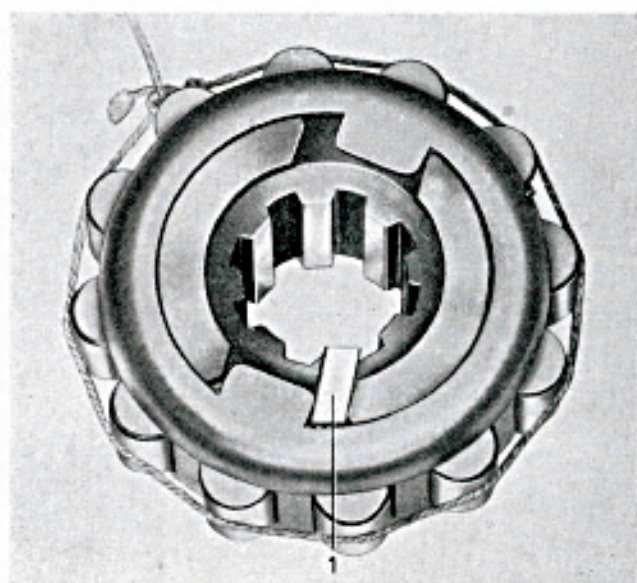
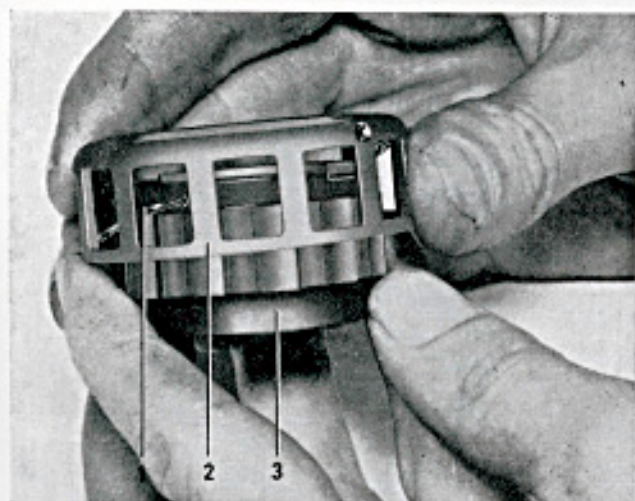

Bild 3-50. Hopsättning av frihjul, II
Bild 3-49. Hopsättning av frihjul, I
4. Montera samman frihjulets nav (34), fjädrar och rullhållare, se bild 3-49. Vrid rullhållaren medurs så långt det går och lås den i detta läge med en kil enligt bild 3-50. Sätt i rullarna. Lägg ett snöre